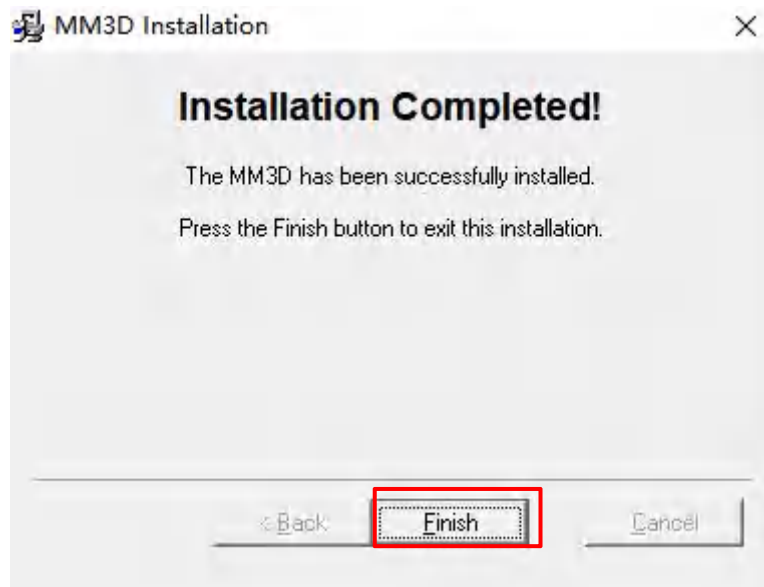

图 6
- (5) 安装完成，请按「Finish」离开安装程序，见下图 6。